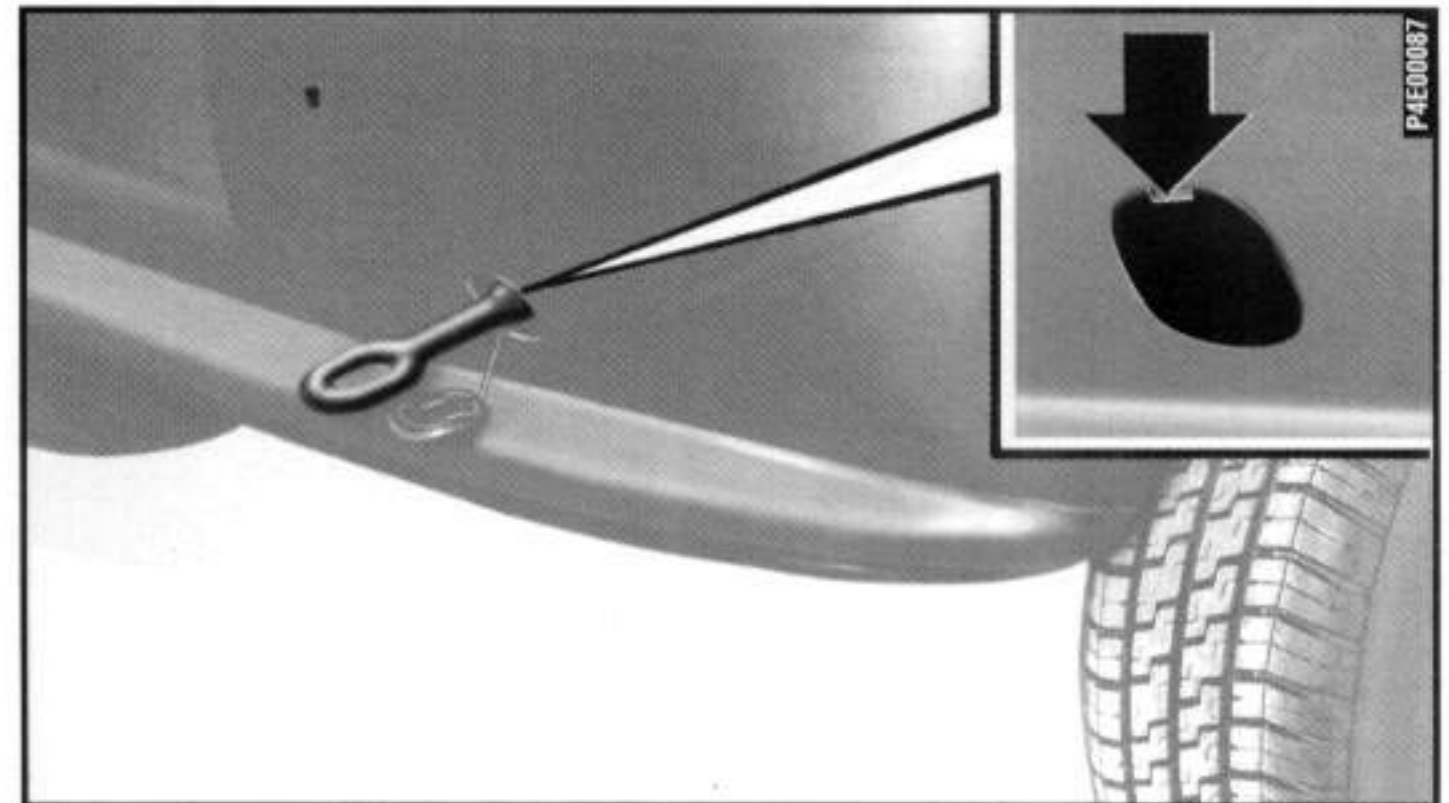
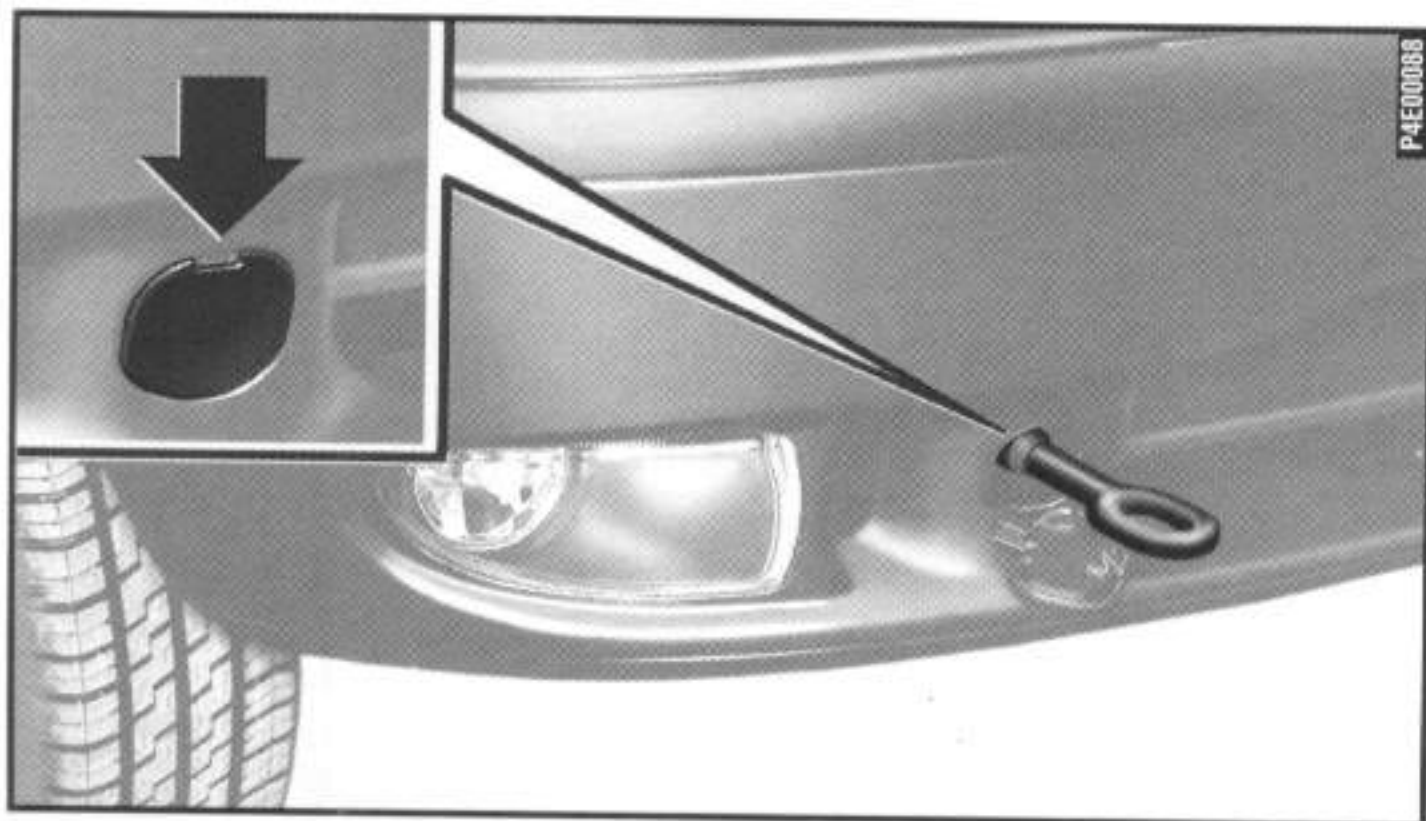

fig. 37
fig. 38
2) Remover a tampa situada no pára-choque traseiro **fig. 37** ou dianteiro **fig. 38**, fazendo pressão com uma chave de fenda no ponto indicado pela seta.
3) Roscar a fundo o gancho no pino de rosca traseiro **fig. 37** ou dianteiro **fig. 38**.